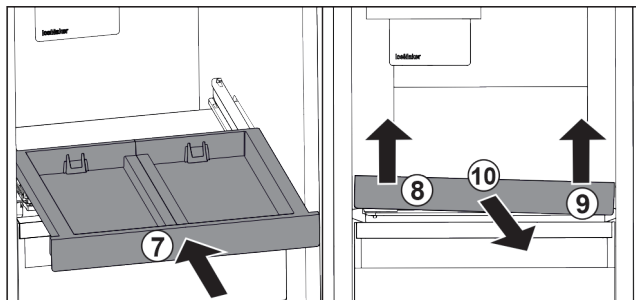

Fig. 141
- Tolja be a kihúzható rácsot. Fig. 141 (7)
- Emelje meg a kihúzható rács elejét baloldalt. Fig. 141 (8)
- Emelje meg a kihúzható rács elejét jobboldalt. Fig. 141 (9)
- Vegye ki a kihúzható rácsot előre. Fig. 141 (10)